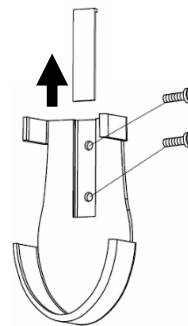

Fig. 13a
2. Quite el tornillo de la tapa e instale el portamandos con los 2 tornillos. Vuelva a colocar la tapa. (Fig.13a).